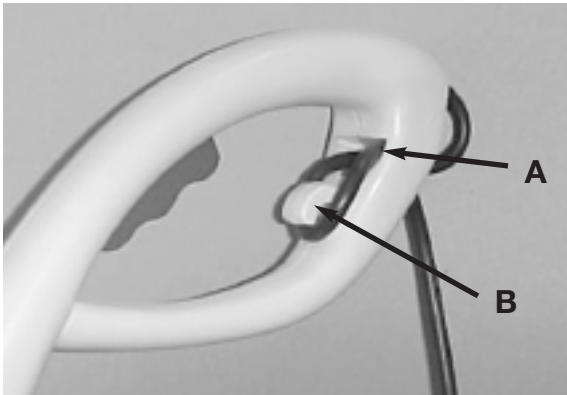

Fig. 11
3. Placez la boucle dans la fente (A) sous la poignée arrière et verrouillez la en place avec la pièce de retenue de cordon (B) comme illustré dans la Figure 11.